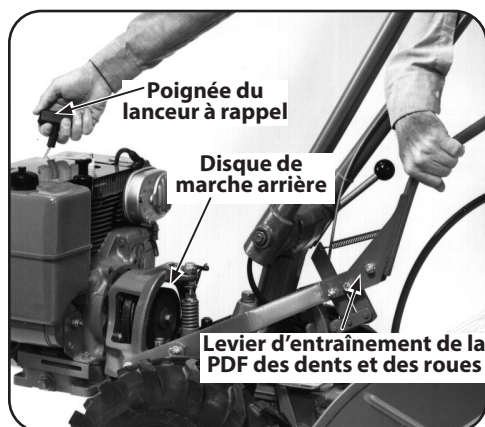

Figure 5-21
3. Avec votre main gauche, tenez le levier d'entraînement de la PDF des dents et des roues en position MARCHE ARRIÈRE tout en tirant le lanceur à rappel du moteur. Le disque de marche arrière doit faire tourner la poulie inférieure. Voir Figure 5-21. Si tel n'est pas le cas, ou si vous devez exercer beaucoup de pression pour tenir le levier en position MARCHE ARRIÈRE, vous devez ajuster le boulon de réglage arrière vers le bas. S'il est bien ajusté, le levier d'entraînement de la PDF des dents et des roues doit sortir de la position de marche arrière dès qu'il est relâché, sans exiger un grand effort pour maintenir le lever en position de marche arrière.